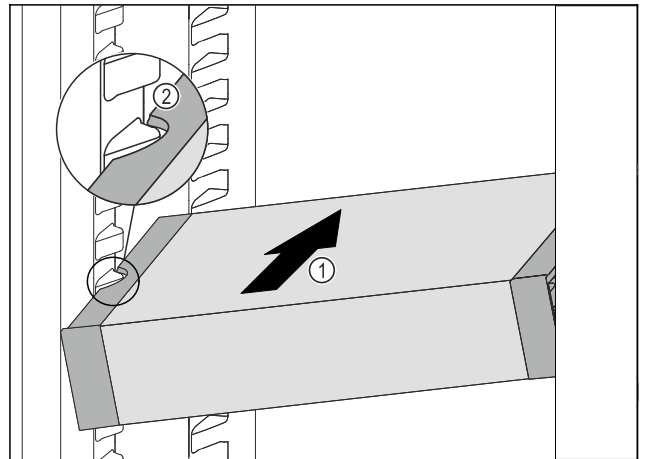

Fig. 81
- ▶ VarioSafe schräg in das Kühlteil einschieben Fig. 81 (1), bis sich die seitlichen Aussparungen Fig. 81 (2) des VarioSafes auf Höhe der Behälterrippe im Kühlteil befinden.